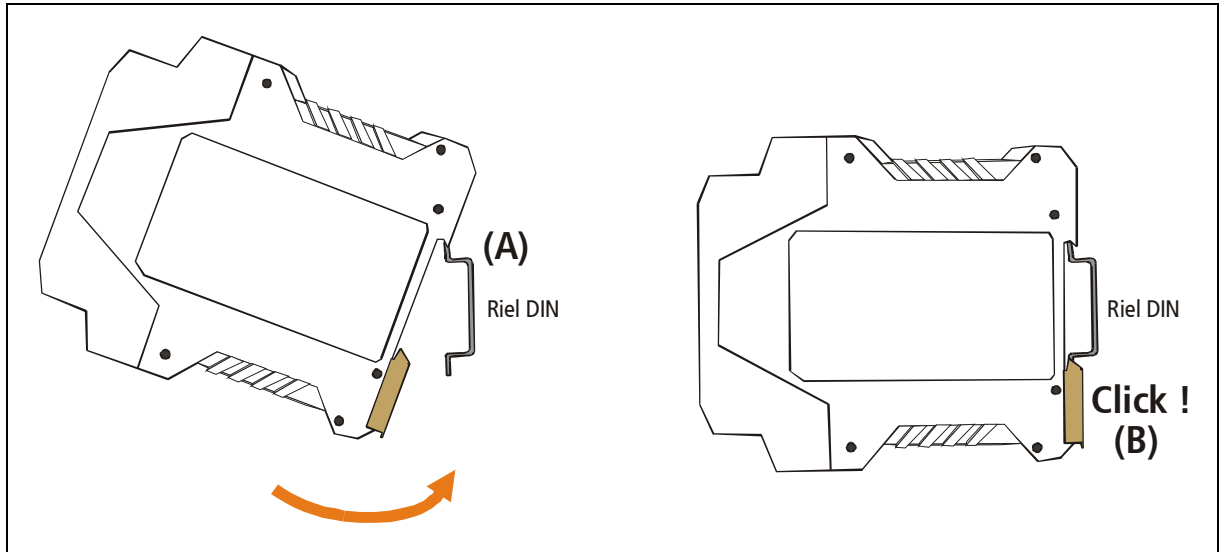

Figura 12 - Montaje del equipo sobre riel DIN
Para sujetar el equipo a este tipo de riel (como se muestra en la figura 12), oriente la parte superior del equipo hacia el riel y ubique la ranura del adaptador sobre el borde superior del mismo (A).